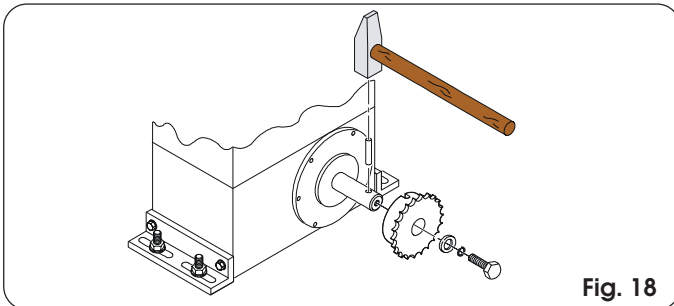

Fig. 18
**4.5.1. MOD. 844 ER CAT (Fig. 18 - 19)**